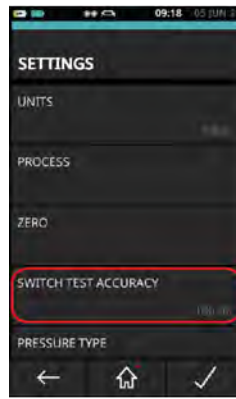

Figure 4-2 : Réglage de la précision du test de commutation
S'il faut une valeur de précision différente, touchez l'icône **SETTINGS** (Réglages) pour afficher l'écran **SETTINGS** (Réglages) qui comporte la fonction **SWITCH TEST ACCURACY** (Précision du test de commutation), reportez-vous à la Figure 4-2, page 31.
8. Touchez l'icône de **rampe descendante**  pour diminuer la pression dans le PV624. Reportez-vous à la Figure 4-2, page 31 pour le réglage de la précision (mesurée en bar). L'écran affiche les éléments suivants :